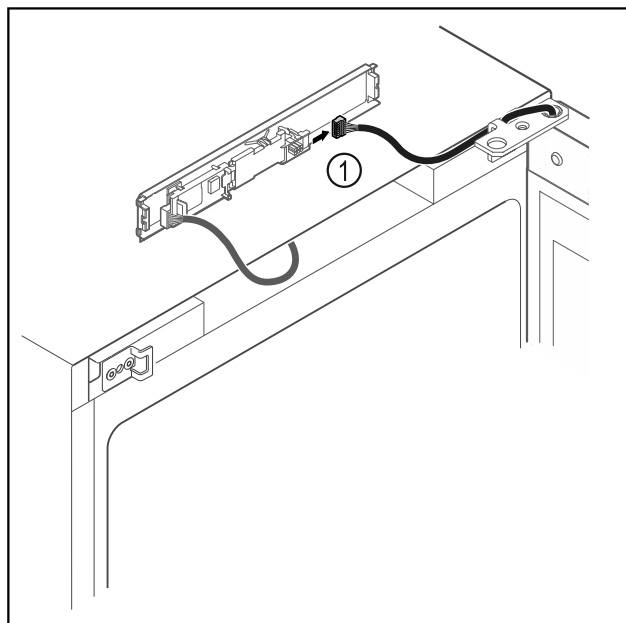

Fig. 18
- ▶ Irrota pistoke Fig. 18 (1) levystä.